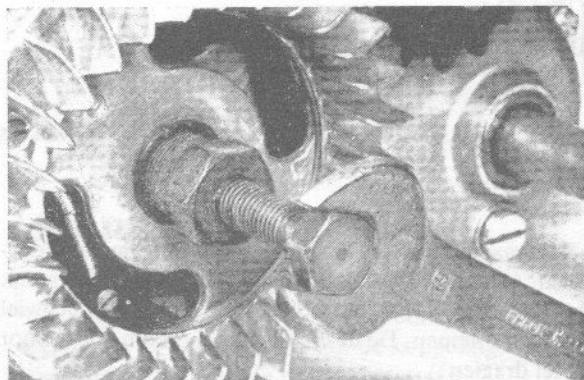

Fig. 12
- Het vliegwiel afnemen door de zeskantmoer M10 x 1 (let op, linkse draad) los te draaien (fig. 12). Let op de halfronde verende spie. Grondplaat eruit nemen door de 4 cylinder kopbouten M4 x 15 los te draaien.